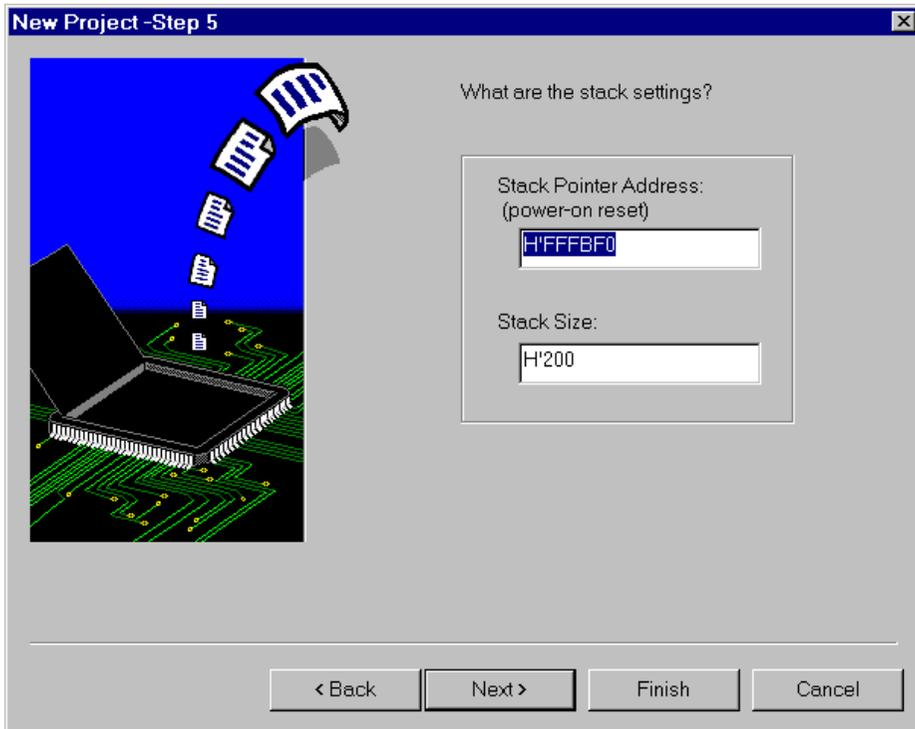

図 1.8 プロジェクトジェネレータのスタック領域設定画面 (Step5)
Step4 画面で[Next >]をクリックすると、図 1.8に示す画面を表示します。